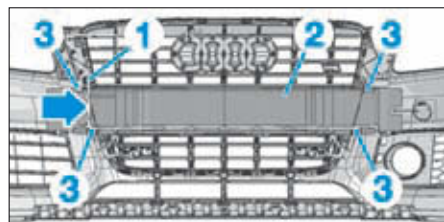

FIG. 88
- Sur les véhicules qui en sont équipés, dégager le faisceau électrique (1) des capteurs d'aide au stationnement (Fig.88).
- Dégager l'absorbeur de chocs (2) des supports (3) et le retirer.